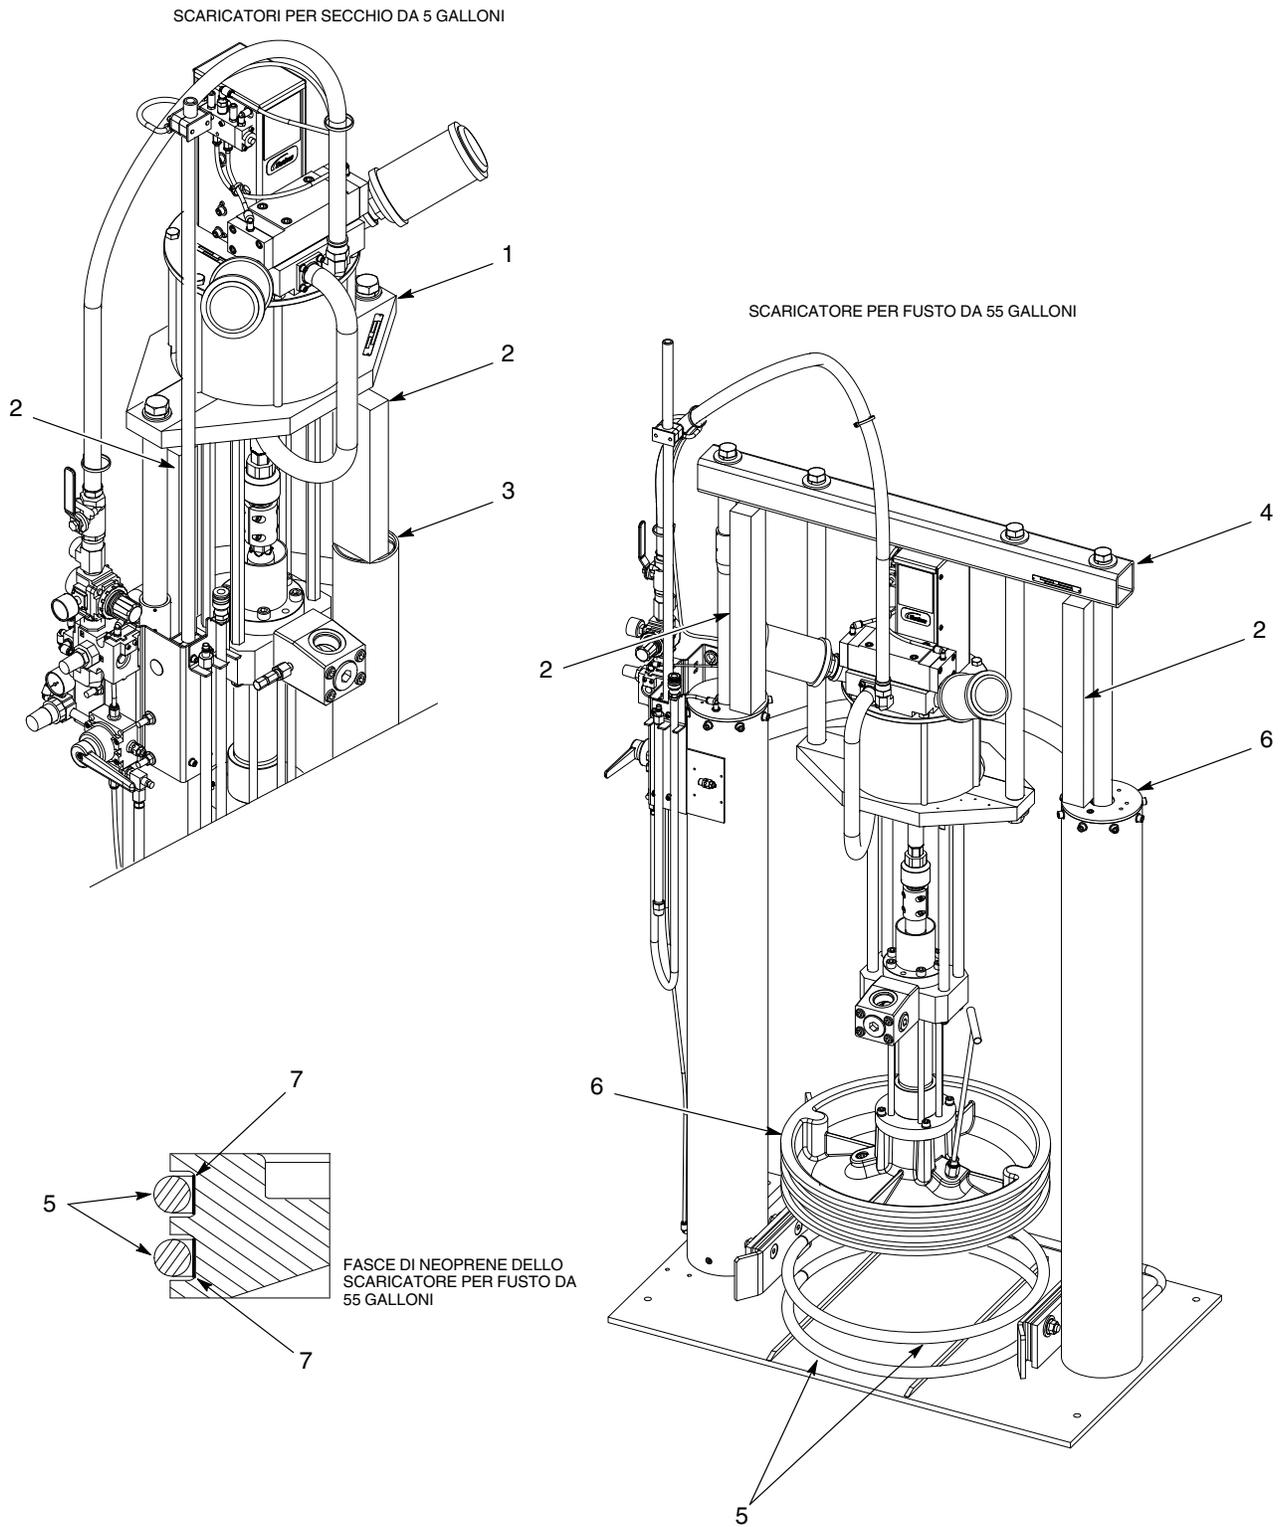

Figura 2 Sostituzione della guarnizione (qui con scaricatori standard. Gli scaricatori CE sono tipici.)
2. Vedi figura 2. Inserire i blocchi di supporto (2):